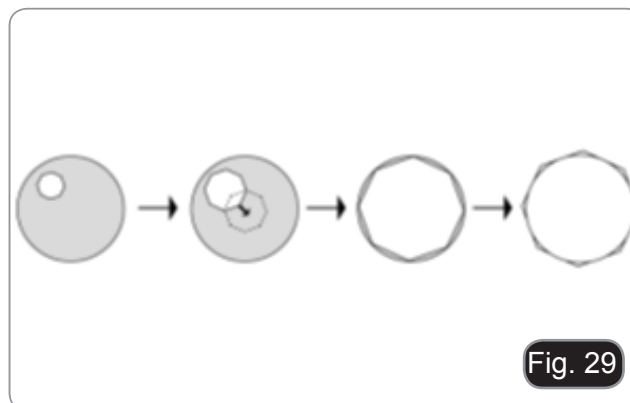

Fig. 29
4. Abra gradualmente o diafragma inserindo a alavanca ①. O diafragma é centralizado quando a imagem do diafragma é simétrica às bordas do campo de visão. (Fig. 29)